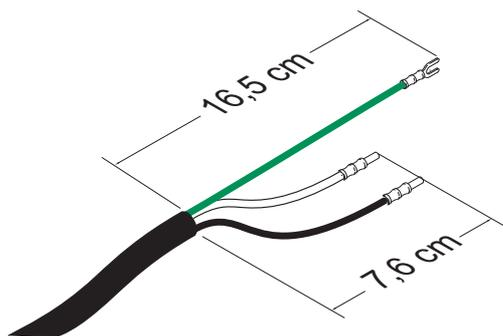

FIG. 6: Cavo di alimentazione
- Aggiungere dei capicorda se necessario. Vedere FIG. 6.